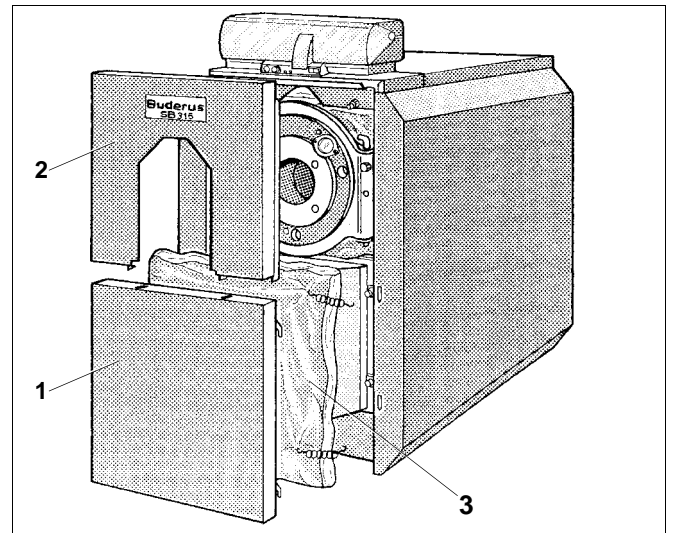

Abb. 28 Reinigen (SB315)
- Obere (Abb. 28, **Pos. 2**) und untere Vorderwand (Abb. 28, **Pos. 1**) abnehmen.
- Untere Wärmeschutzmatte (Abb. 28, **Pos. 3**) abnehmen.
- Untere und obere Kesselvorderwand montieren (Abb. 28).